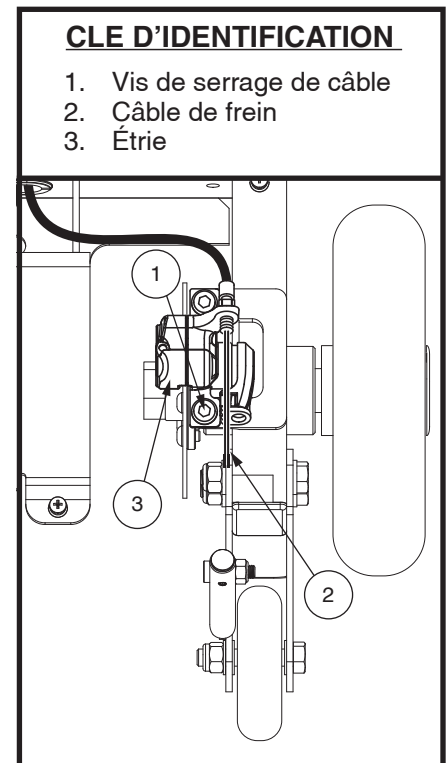

Figure 25. Réglage du câble de frein
2. Localisez le câble de frein à l'arrière du scooter près de l'étrier. **Voir la figure 25.**
5. Avec votre autre main, pincez les deux (2) leviers sur l'étrier. Utilisez des pinces pour tirer le câble de frein.